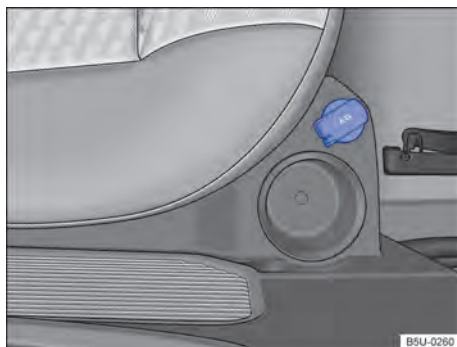

Fig. 115 Na lateral do banco traseiro: tomada 12 V - Nova Saveiro cabine dupla.
- No porta-objetos no lado direito do banco traseiro → Fig. 115.